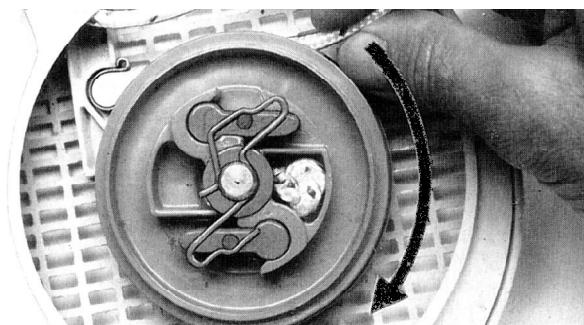

Рисунок 4.6 - Натяжение возвратной пружины
4.2.7.1 Чтобы натянуть возвратную пружину, необходимо взяввшись за шнур, выходящий из шкива, провернуть шкив 4-6 раз в направлении стрелки. Придерживать шкив, размотать скрутившийся шнур и вытянуть. Отпустить шкив и медленно отпускать шнур так, чтобы он наматывался на шкив. Пусковая ручка должна быть втянута жестко в люверсус, в противном случае натянуть пружину дополнительно на один оборот, см. рисунок 4.6. При полностью вытянутом шнуре шкив должен иметь возможность проворачиваться на пол оборота. Если это окажется невозможным, то пружина натянута слишком сильно и существует опасность поломки!